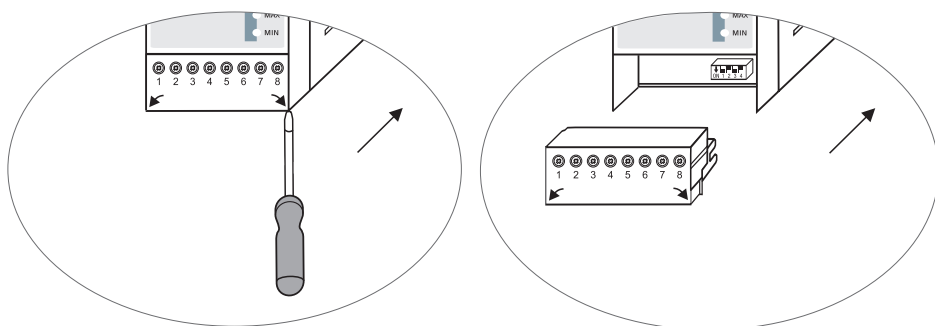

Рис. 9
- Снять верхнюю и нижнюю клеммную колодку: **Рис. 9**